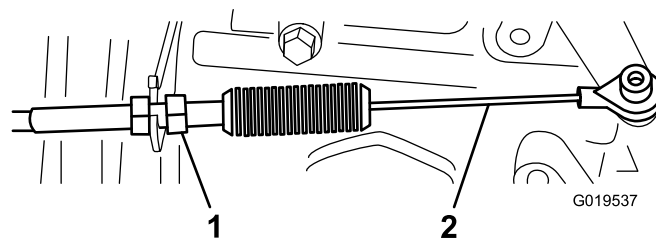
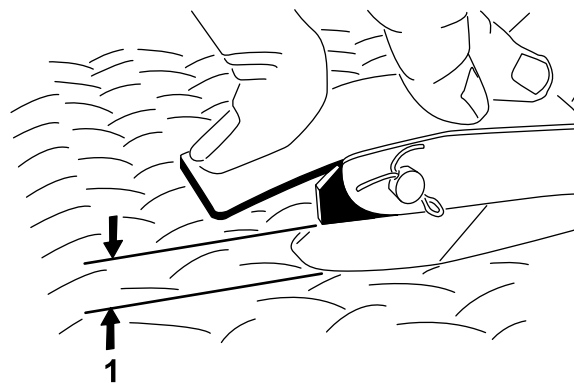

図 67
図 68
2. アクセルペダルの中央部を11.3 kgの力で踏んだときに、ペダルと床のすきまが2.546.35 mmとなるようにアクセルケーブル図 67のボールジョイントを調整する図 68。
3. ロックナットを締めつける図 67。